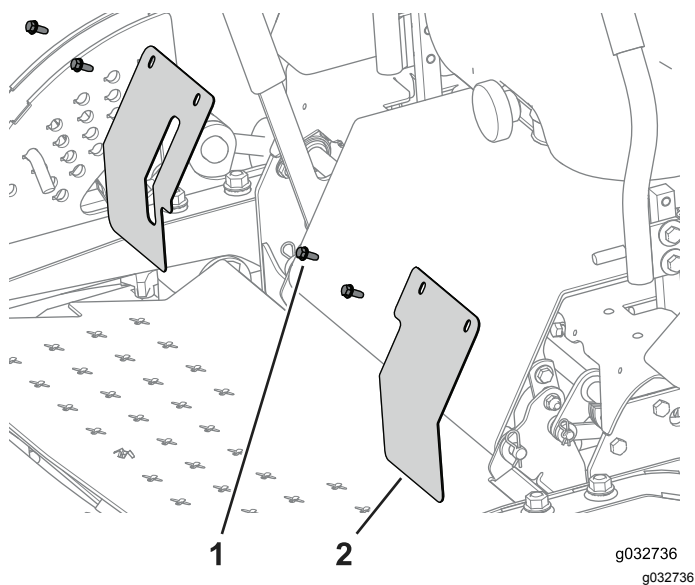

Figure 128
3. Fixez les plaques de protection à la machine à l'aide des boulons ($\frac{1}{4}$ " x $\frac{5}{8}$ ") (Figure 128).